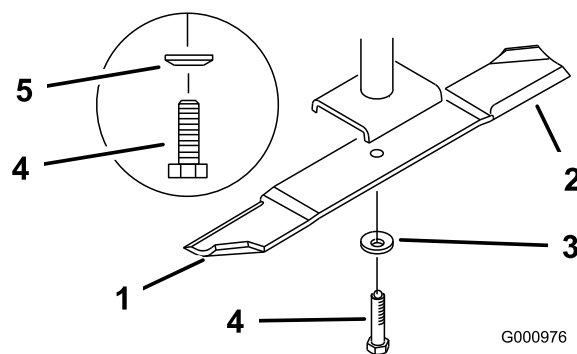
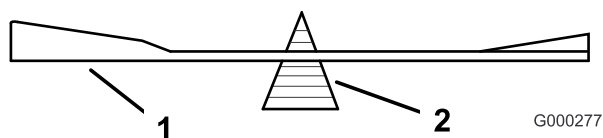

Figura 71
Figura 70
2. Retire del eje el perno de la cuchilla, la arandela de muelle y la cuchilla (Figura 71).
2. Verifique el equilibrio de la cuchilla colocándola sobre un equilibrador de cuchillas (Figura 70). Si la cuchilla se mantiene horizontal, está equilibrada y puede utilizarse. Si la cuchilla no está equilibrada, rebaje algo el metal en la parte de la vela solamente (Figura 71). Repita este procedimiento hasta que la cuchilla esté equilibrada.
1. Instale la cuchilla en el eje (Figura 71).
2. Instale la arandela de muelle y el perno de la cuchilla. El cono de la arandela de muelle debe estar orientado hacia la cabeza del perno (Figura 71).